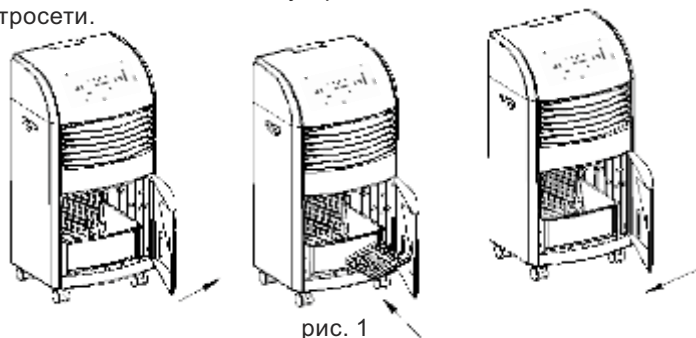

рис. 1
- Чтобы воздушный поток был холоднее, добавьте в ёмкость лёд или используйте коробку для льда, которую следует поместить в морозилку хотя бы за час до использования. См. рис. 1.